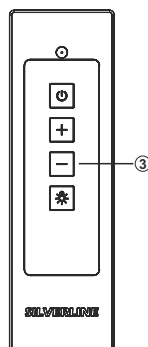

Abb. 21
2. ➔ Drücken Sie über Fernbedienung die Taste (-) die Tasten (Abb. 21).